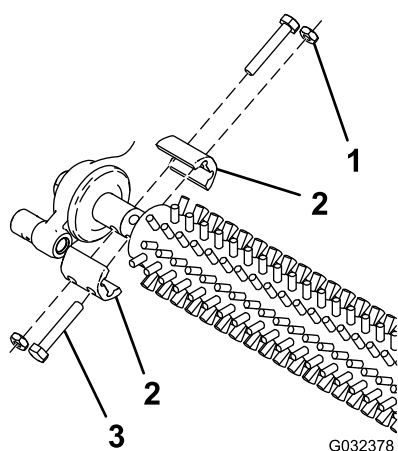

Figure 1
3. Retirez et mettez de côté les 4 boulons, écrous de blocage et colliers d'arbre qui fixent la brosse de groomer aux deux côtés de la machine (Figure 1).